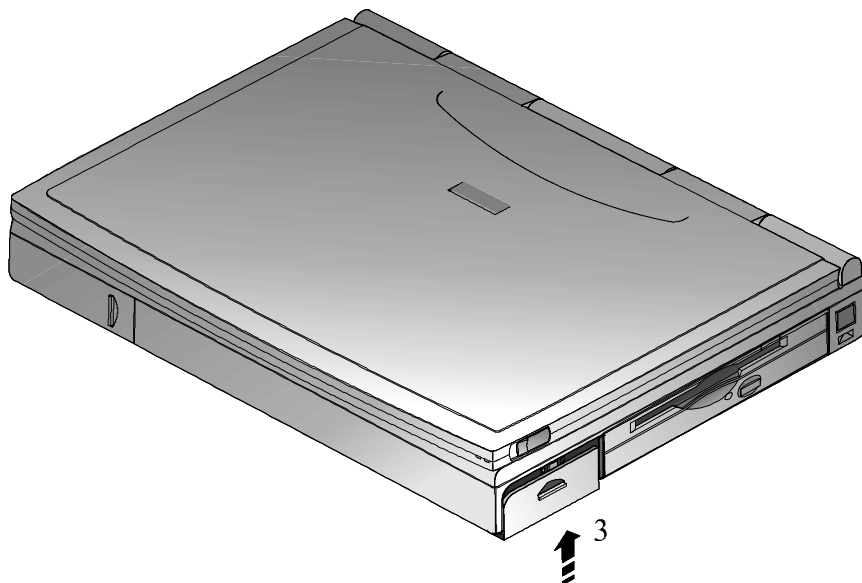

Figura 2-3: Installazione della batteria principale (passo 2)
3. Riportare nella posizione di arresto il cursore di blocco della batteria (figura 2-3, passo 3).